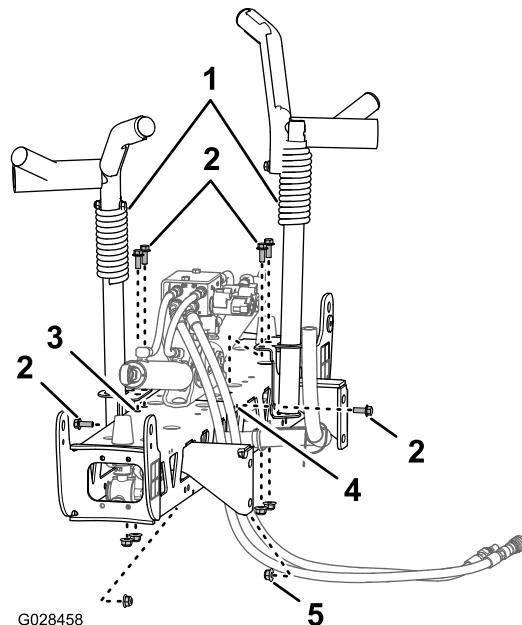
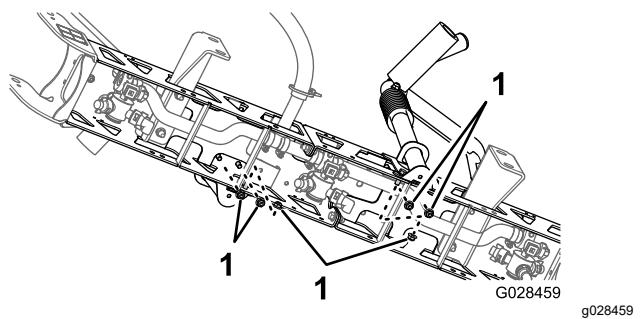

Figure 37
Figure 38
- Placez les berceaux de transport des rampes devant la section de rampe centrale (Figure 37).
3. Fixez les berceaux sur la section de rampe (Figure 37 et Figure 38) à l'aide de 6 boulons ($\frac{3}{8} \times 1$ po) et de 6 contre-écrous à embase ($\frac{3}{8}$ po).